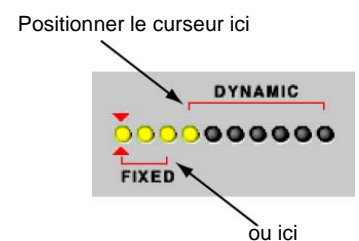

FIGURE 7-12 : Changement d'affectation des filtres à l'aide de la souris
- Positionner le curseur entre les crochets rouges comme indiqué sur la droite à la figure 7-12.